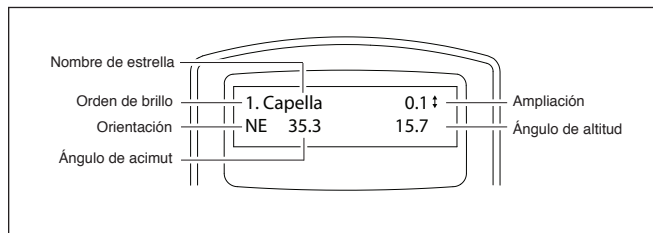

Figura 3. Información sobre la estrella de alineación que aparece en la pantalla LCD.
4. Ahora, utilice las teclas de desplazamiento para desplazarse por la lista de estrellas brillantes. Solo habrá unas pocas estrellas, como máximo, en la lista y, a veces, solo aparecerá una estrella en la lista. El controlador de mano mostrará el nombre y la magnitud de la estrella brillante en la primera línea y la posición aproximada de la estrella (en función de la hora y la fecha introducidas durante la configuración inicial) en la segunda línea (**figura 3**). La primera coordenada de la segunda línea es una coordenada E-W y la segunda coordenada de la segunda línea indica los grados sobre el horizonte. Estas coordenadas le ofrecen una forma sencilla de identificar la estrella brillante que ha elegido. Cuando esté seguro de que el controlador de mano muestra el nombre de la estrella brillante con la que desea realizar la alineación, pulse ENTER.